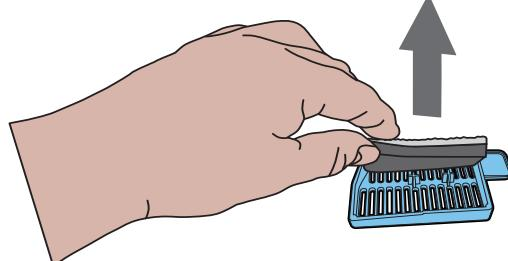

Fig.18
7. Vuelva a poner el conjunto del filtro asegurándose de que el filtro negro del recorrido esté en contacto con el soporte de plástico. (Vea la Fig. 18)